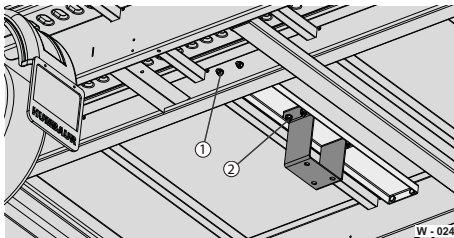

Abb. 24 Befestigung, Ersatzrad
- Schraubverbindungen (Abb. 24/3) des Ersatzradhalters (Abb. 24/4) auf Fest-sitz prüfen.